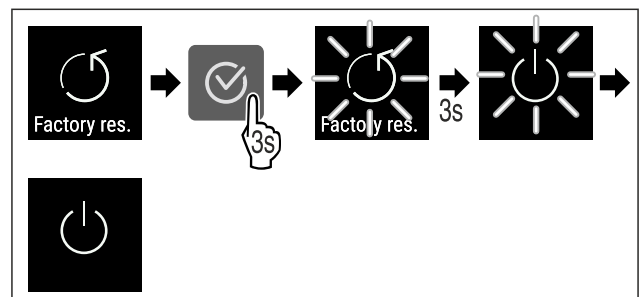

Fig. 112
- ▶ Kryeni hapat e veprimit (shihni Fig. 112).